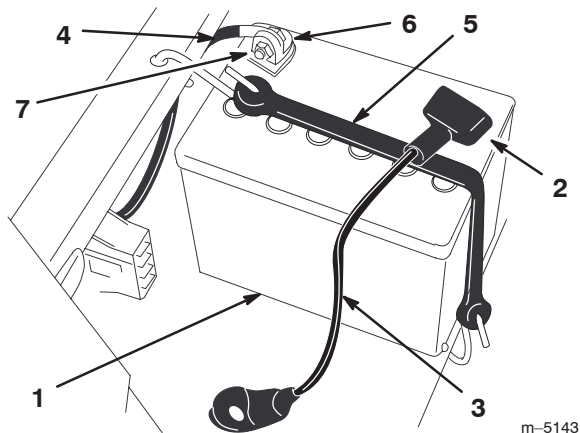

Figure 32
3. Débranchez le câble négatif (noir) de mise à la masse de la borne de la batterie (Fig. 32).
4. Repoussez le capuchon en caoutchouc sur le câble positif (rouge). Débranchez le câble positif (rouge) de la borne de la batterie (Fig. 32).
5. Enlevez la sangle de maintien de la batterie (Fig. 32) et ôtez la batterie de son support.
1. Placez la batterie sur son support, les bornes à l'opposé du panneau de commande (Fig. 32).
4. Fixez les câbles à l'aide de 2 boulons (1/4 x 3/4"), rondelles (1/4") et contre-écrous (1/4") (Fig. 32).
6. Fixez la batterie en place à l'aide de la sangle de maintien (Fig. 32).